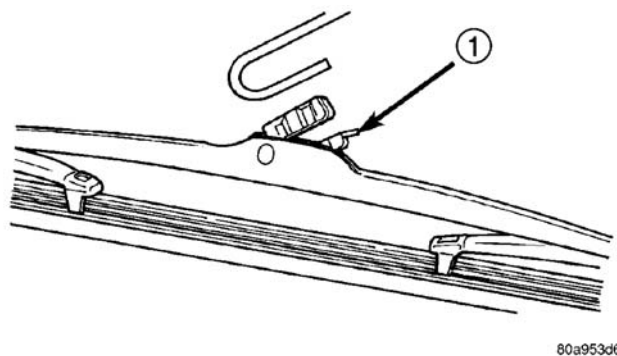
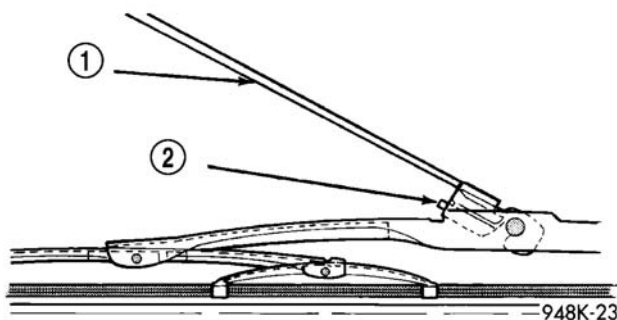

图6 风窗玻璃刮水器刮片
图7 后刮水器
（2）将保持刮水器刮片至刮水器臂的释放凸片脱开，从刮水器臂上拆下刮水器刮片（图6和图7）。
- （2）将刮水器刮片拉起，直到凸舌卡入位，从而使刮片与固定器结合（图6）。